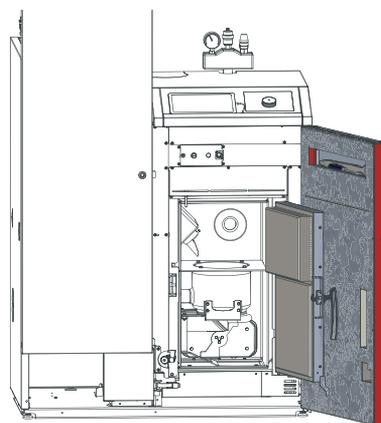

Fig. 45 Ouvrir la porte de revêtement et la porte de la chambre de combustion
- ▶ Ouvrir la porte du revêtement et celle de la chambre à combustion (Fig. 45) – voir aussi point 9.